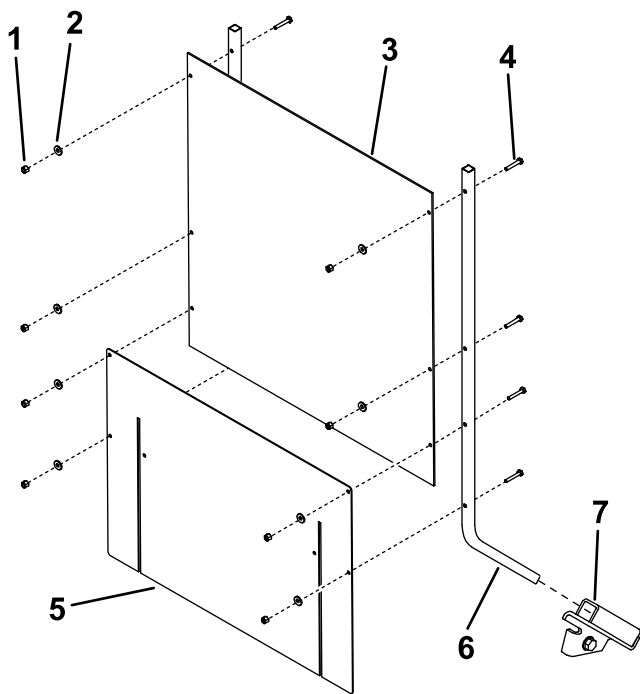

Figura 8
1. Deslice las varillas del protector en los huecos de los soportes del protector, montados en la unidad de tracción (Figura 8).
- Monte el protector y el faldón flexible en las varillas del protector, según se muestra en Figura 8, usando 8 pernos (1/4" x 1 1/2"), arandelas y contratuercas (1/4").